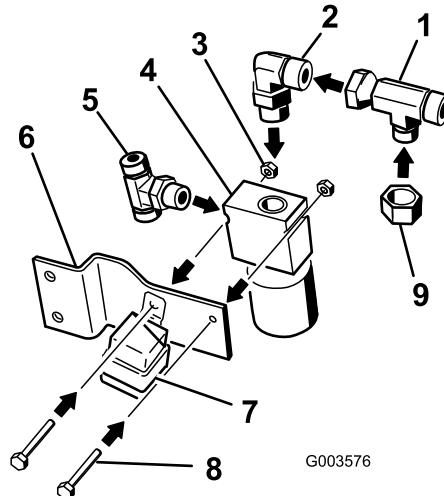

Figura 12
1. Instale as uniões nos ângulos mostrados nas figuras. Instale a união em T no lado da válvula. Consulte Figura 12 para obter a união em T correta.
2. Instale um cotovelo pequeno de 90 graus na parte superior da válvula (Figura 12).
3. Instale o adaptador do T no cotovelo de 90 graus. Consulte Figura 12 para obter a união em T correta.
4. Instale a tampa no adaptador do T (Figura 12).
6. Instale a válvula no suporte da válvula com dois parafusos ($\frac{1}{4}$ " x $1\frac{3}{4}$ "") e 2 porcas ($\frac{1}{4}$ ""); consulte Figura 12.